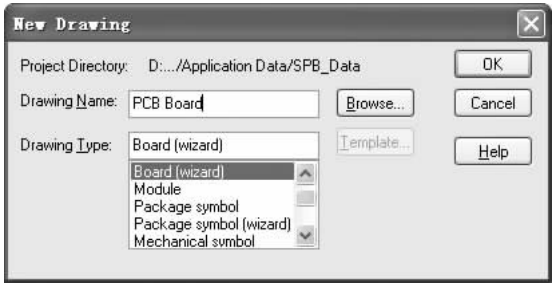

图 10-26 “New Drawing (新建图样)” 对话框
2. 选择菜单栏中的 “File (文件)” → “New (新建)” 命令，弹出如图 10-26 所示的 “New Drawing (新建图样)” 对话框。在 “Drawing Name (图样名称)” 一栏里写入电路板名称 “PCB Board”。在 “Drwing Type (图样类型)” 下拉列表中选择 “Board (Wizard)”。